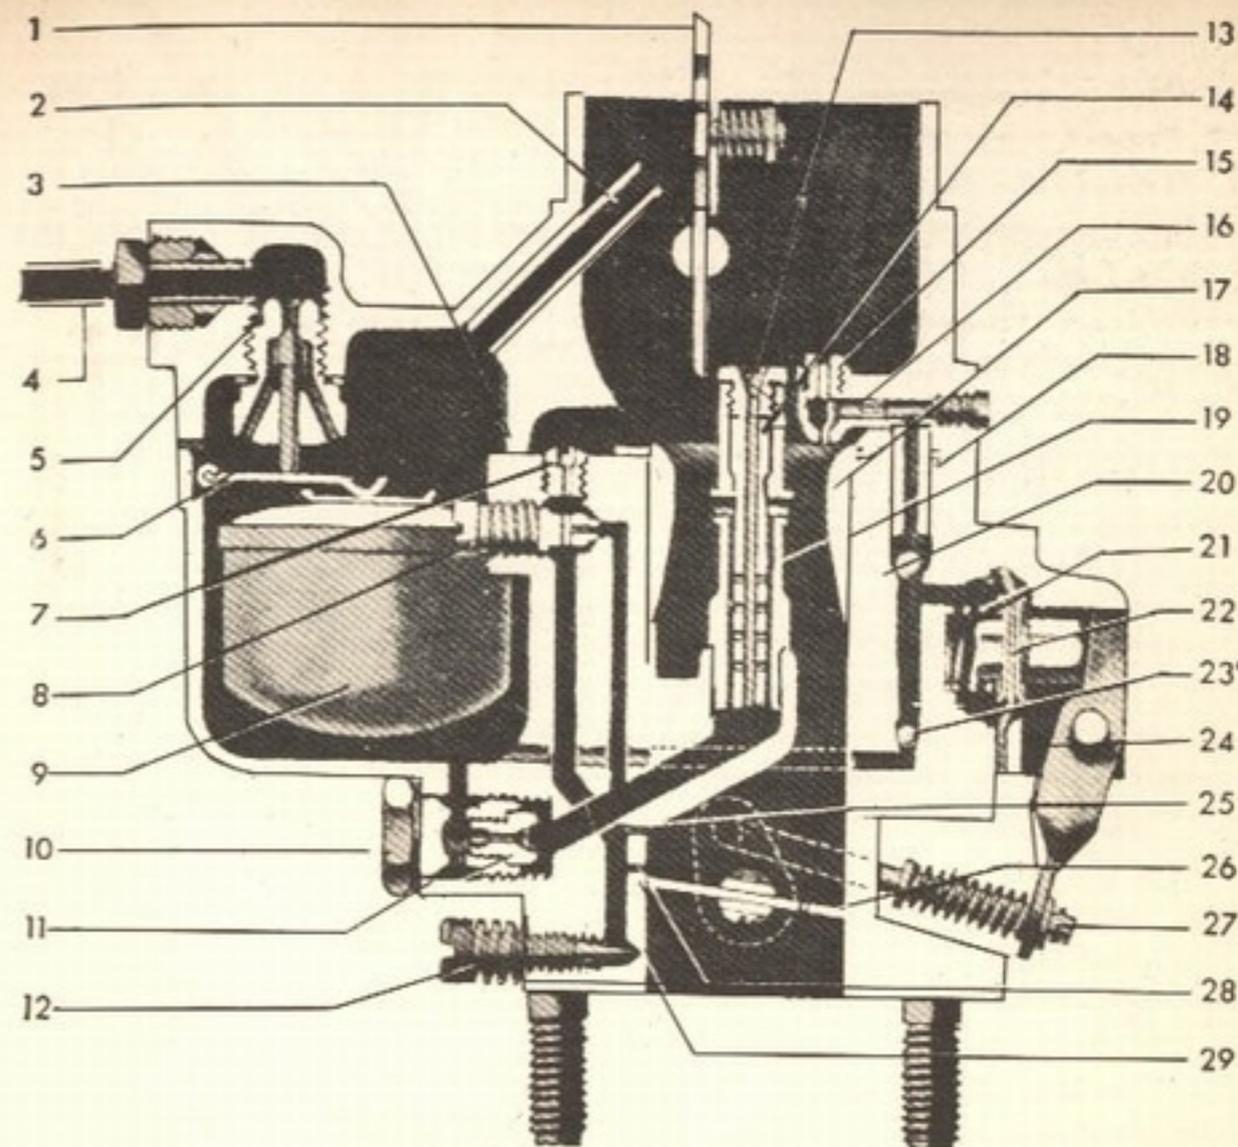
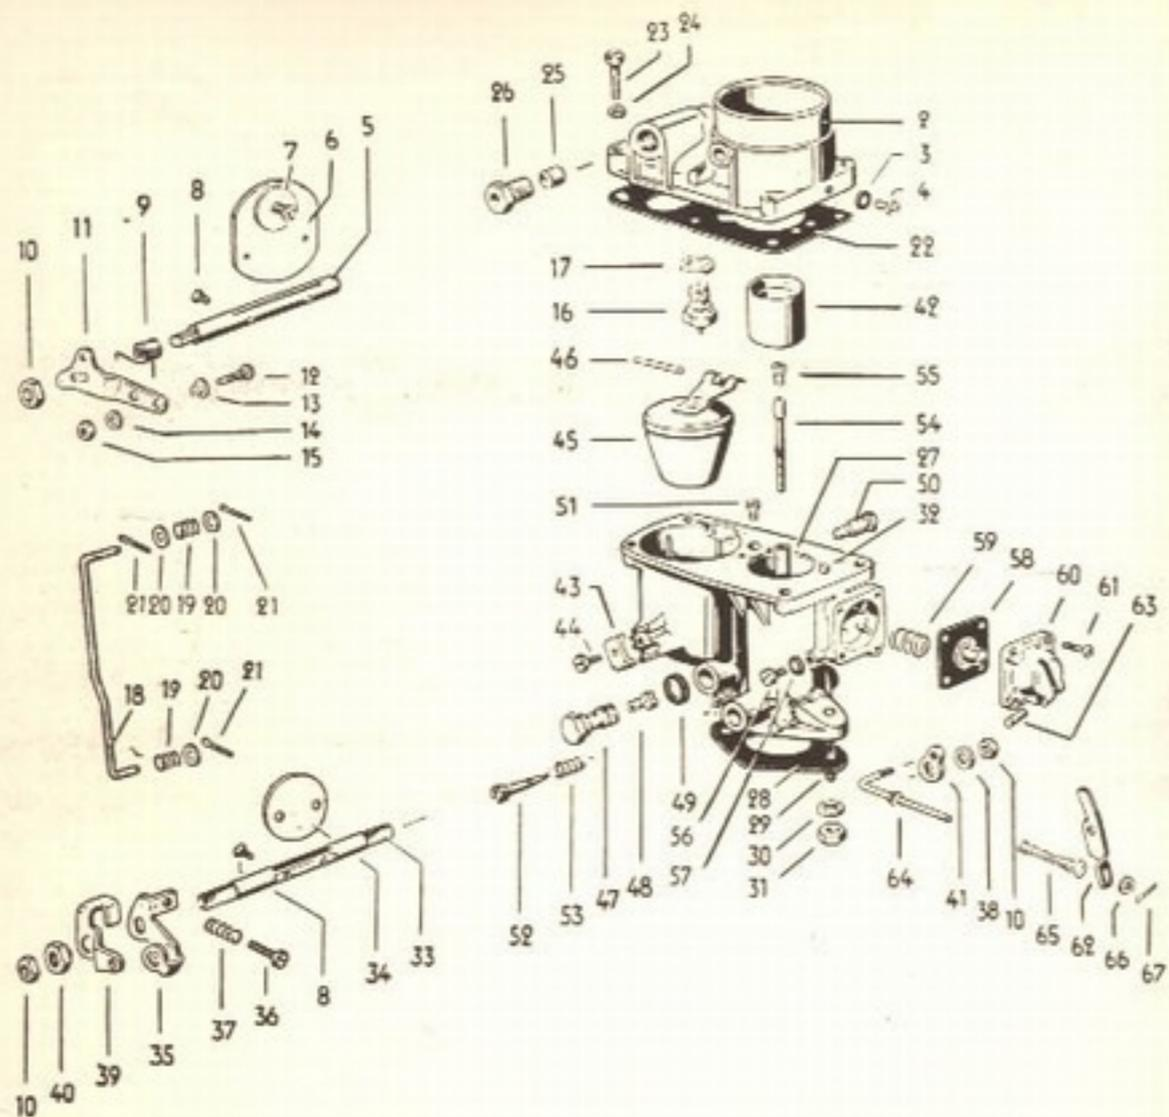

Fig. 7-E — Corte do carburador 28 PCI
Fig. 12-E — O carburador inteiramente desmontado. (Motor "1200" — 36 HP)
A boia é presa a um braço, que por sua vez se articula em um eixo horizontal como se vê na fig. 7-E. O braço atua sobre uma agulha (estilete) que obstrui ou livra a entrada da gasolina, conforme seja empurrada para cima ou se desloque para baixo. Nas posições intermediárias, regula a entrada da gasolina. Quando o nível da gasolina na cuba está baixo, a boia desce e o estilete se afasta do orifício de entrada e a gasolina, enviada pela bomba, penetra na cuba; aí então o nível sobe e com ele a boia e também a agulha que, ao atingir determinado ponto, obstrui a entrada e impede a admissão da gasolina; mas como a gasolina é consumida, o nível desce e com ele a boia e a agulha, permitindo então a entrada de nova quantidade. Como o consumo é cons-
Realiza-se a limpeza externa cuidadosa antes de proceder a desmontagem, que começa com a retirada da haste que liga o contrôlo do abafador ao eixo da válvula borboleta. Retira-se os 4 parafusos que prendem a tampa ao corpo. A agulha ou estilete é prêssa à tampa e forma um só conjunto com a sede (5 fig. 7-E e 16 fig. 12-E). Se vai ser usada a mesma junta, deve-se dispensar a mesma o máximo cuidado
Ao ser retirada a tampa, alguns orifícios podem ser limpos e retirados, como o suspiro de marcha-lenta (51, fig. 12-E), o calibre de compensação do ar, (55, fig. 12-E). Os outros calibres podem ser retirados, para limpeza, que deve ser feita soprando-se nos mesmos ou com um fio de pincel, nunca com fio de arame. São esses os calibres medidores de marcha-lenta (50, fig. 12-E), da bomba de aceleração (16, fig. 7-E) e o calibre medidor principal (11, fig. 7-E). Pode-se também retirar a boia para limpeza da cuba, tendo-se o cuidado em não vergar o braço da mesma. Na remontagem, sempre que possível, usa-se junta nova.
**Bomba de aceleração.** — A bomba de aceleração, está situada na parte lateral do corpo do carburador e é do tipo de diafragma. A fig. 7-E mostra seus componentes, a fig. 12-E, a bomba desmontada e a fig. 11-E
ilustra seu funcionamento esquemático. O diafragma é comandado mecânicamente pelo eixo da borboleta, ao qual está ligado pela haste (27, fig. 7-E). Assim, quando se calca o acelerador, abrindo-se a borboleta, o tirante é forçado e aciona a alavanca (24, fig. 7-E), que, por sua vez empurra o diafragma a frente, expulsando a gasolina que se achava na câmara da bomba, segundo o trajeto indicado pela seta branca na fig.11-E, até o pulverizador, passando antes pelo calibre (1, fig.11-E). Quando se solta o acelerador, fecha-se a válvula de saída do tipo de esfera e a gasolina é sugada pelo diafragma que é forçado para trás pela mola (21, fig. 7-E), através da válvula de entrada (23, fig. 7-E). A câmara da bomba se enche de gasolina e permanece em carga para novo fornecimento, se o pedal do acelerador for calcado.
**Regulagem da marcha-lenta.** — Nesse ajuste o motor deve estar funcionando a temperatura normal de trabalho e a regulagem se faz por meio de 2 parafusos: o da velocidade, situado na parte externa, na ligação do comando da borboleta (36, fig. 12-E), e o da mistura, localizado na parte inferior do carburador (12, fig. 7-E).
de gasolina ou vedação defeituosa da agulha da cuba de nível constante, provocando inundação do carburador e obstrução parcial do calibre do pulverizador de marcha-lenta (50, fig. 12-E).